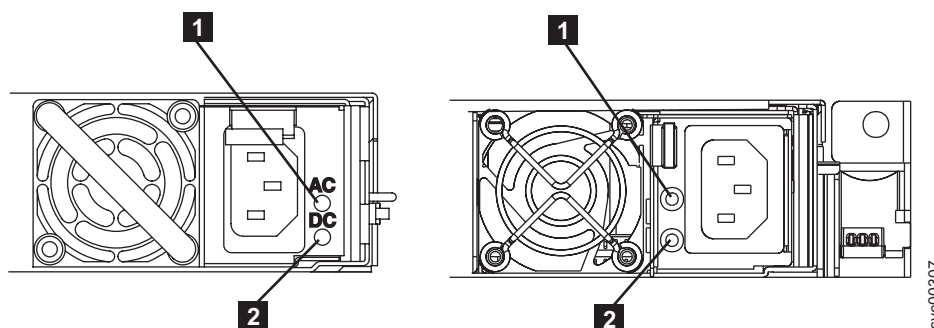

図 42. ac および dc LED インディケータ
ノード電源機構アセンブリー背面の AC インディケータが点灯していますか？ 図 42 を参照してください。
**ノード電源機構アセンブリー背面の DC インディケータが点灯していますか？** 307 ページの図 42 を参照してください。